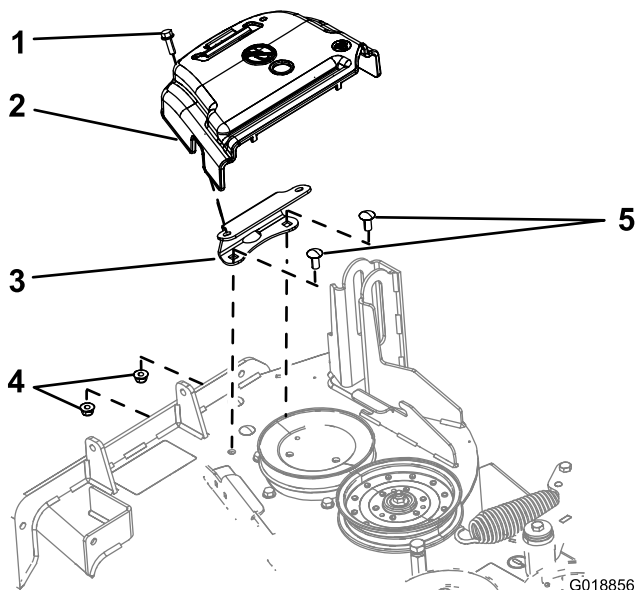

Bild 3
2. Drehen Sie die Schraube, die die Riemenabdeckung festhält gegen den Uhrzeigersinn, um sie zu lösen (Bild 3).
3. Entfernen Sie die Riemenabdeckung und Schraube von der Befestigungshalterung (Bild 3).
1. Entfernen Sie die zwei Schrauben und zwei Bundmutter, mit denen die Befestigungshalterung für die Abdeckung am Mähwerk befestigt ist (Bild 3).
1. Entfernen Sie die zwei Schlossschrauben (1/4" x 3/4") und zwei Sicherungsmuttern (1/4"), mit denen die Riemenabdeckungshalterung am vorderen Flansch des Mähwerks befestigt ist (Bild 3).
2. Entfernen Sie die Riemenabdeckungshalterung vom Mähwerk (Bild 3).